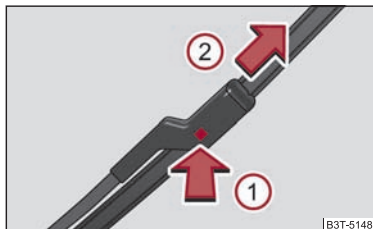

Fig. 64 Escobilla para el parabrisas
- Presione el seguro ① para desbloquear la escobilla y retirela en sentido de la flecha ② ⇒ fig. 64.